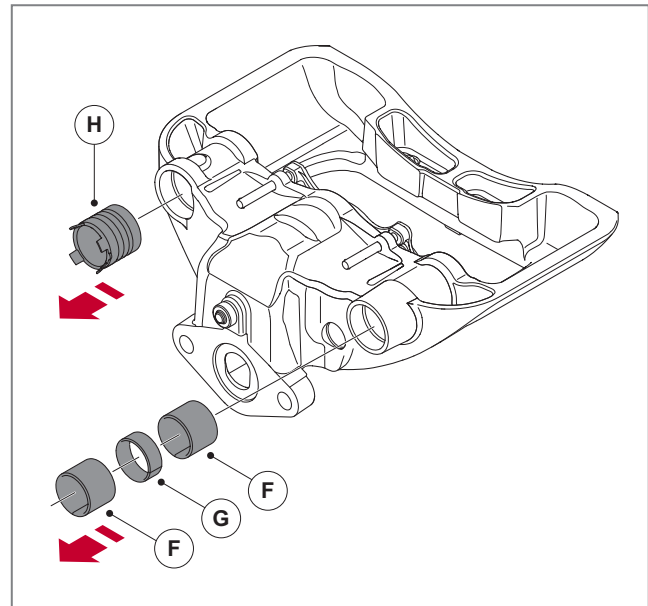

Abb. 61 - Gleitlager und seitliche Verbundwerkstoffbuchse entfernen
7. Befolgen Sie die unten aufgeführten Schritte ► Schritt 8 und ► Schritt 9 sorgfältig, um die beiden vorderen Lager (F) und das Abstandsstück (G) sowie die hintere Verbundwerkstoffbuchse (H) zu entfernen, *siehe* ► Abb. 61.